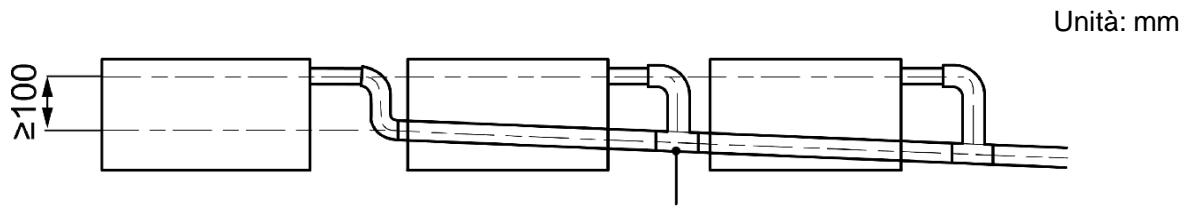

Fig. 4.3.4
- (4) Quando si collegano diversi tubi di scarico, seguire le istruzioni indicate nella Fig. 4.3.4.